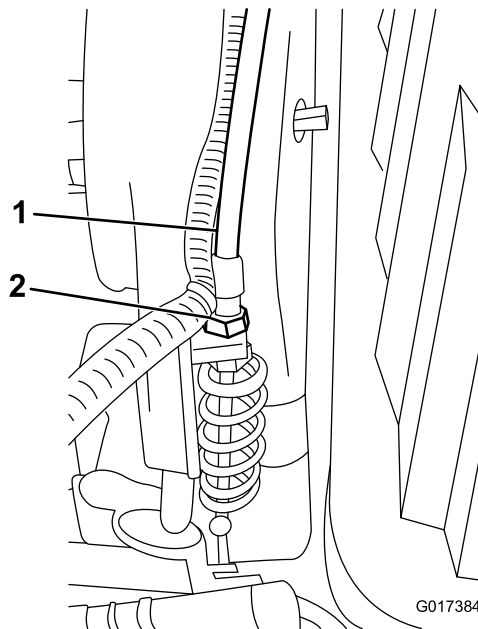

图 44
3. 在变速箱隔板上调整滚刀控制装置拉线图 44 使弹簧长度达到 70.672.4mm。